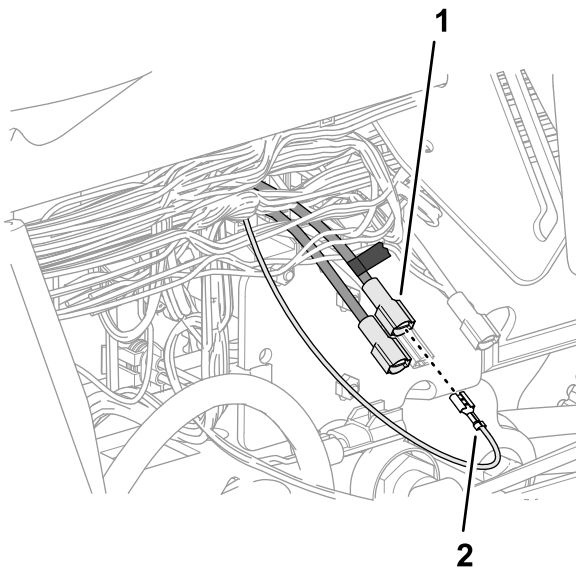

Figura 189
5. Ligue o conector de lâmina que marcou no passo 4 no conector de tomada na extremidade do fio cor de rosa de 51 mm da cablagem do kit (Figura 189).